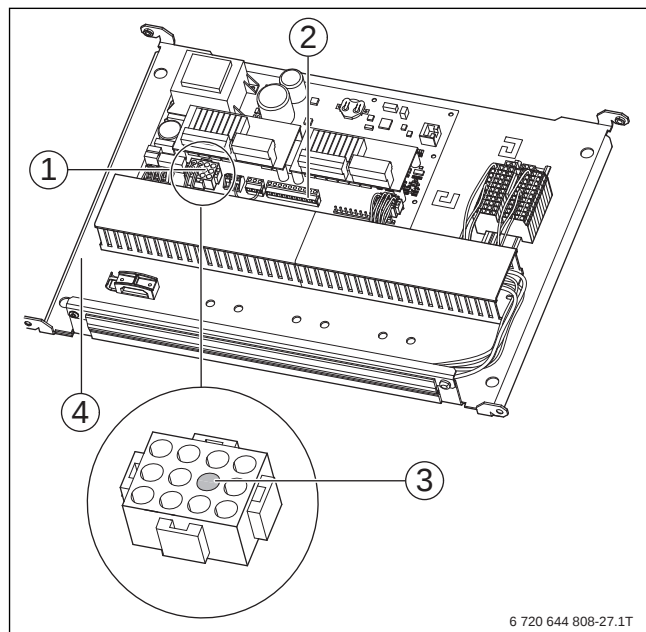

Bild 38 Bauseitige Schaltung ausführen
- Jeder der Kontaktstifte in der Buchse X1 (→ Bild 38, Pos. [1]) an der Platine des Wärmepumpenmanagers HMC20 (→ Bild 38, Pos. [4]) steuert eine Funktion oder ein Bauteil der Wärmepumpe.
- Der dritte Kontakt von links in der mittleren Reihe (→ Bild 38, Pos. [3]) steuert den zusätzlichen Wärmeerzeuger (ZWE 1).